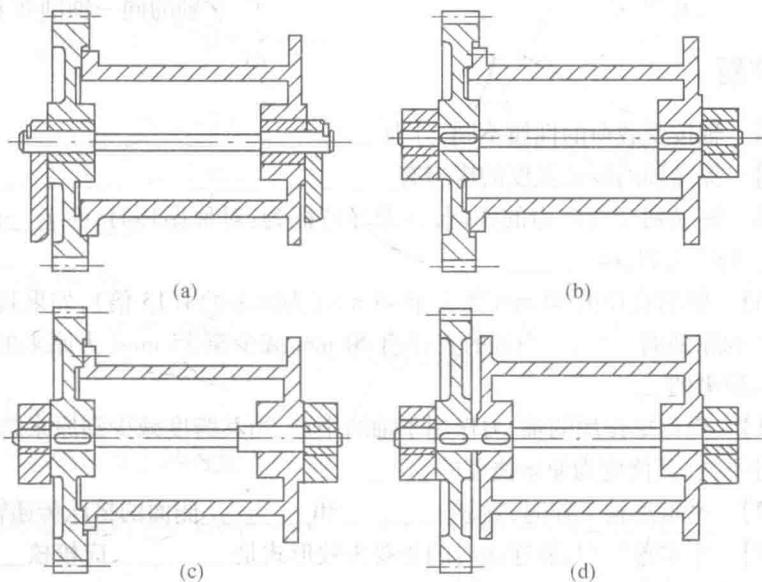

图 6.7
【题 6.21】 图 6.7 为起重机卷筒轴的 4 种结构方案,试比较:
【题 6.21】 【答】 (1) 图 6.7(a)、6.7(b)、6.7(c) 是心轴,图 6.7(d) 是转轴;(2) 图 6.7(b)、6.7(d) 较粗,图 6.7(a) 中等、图 6.7(c) 较细;(3) 图 6.7(c) 较好;(4) 图 6.7(b)、6.7(d) 方便。